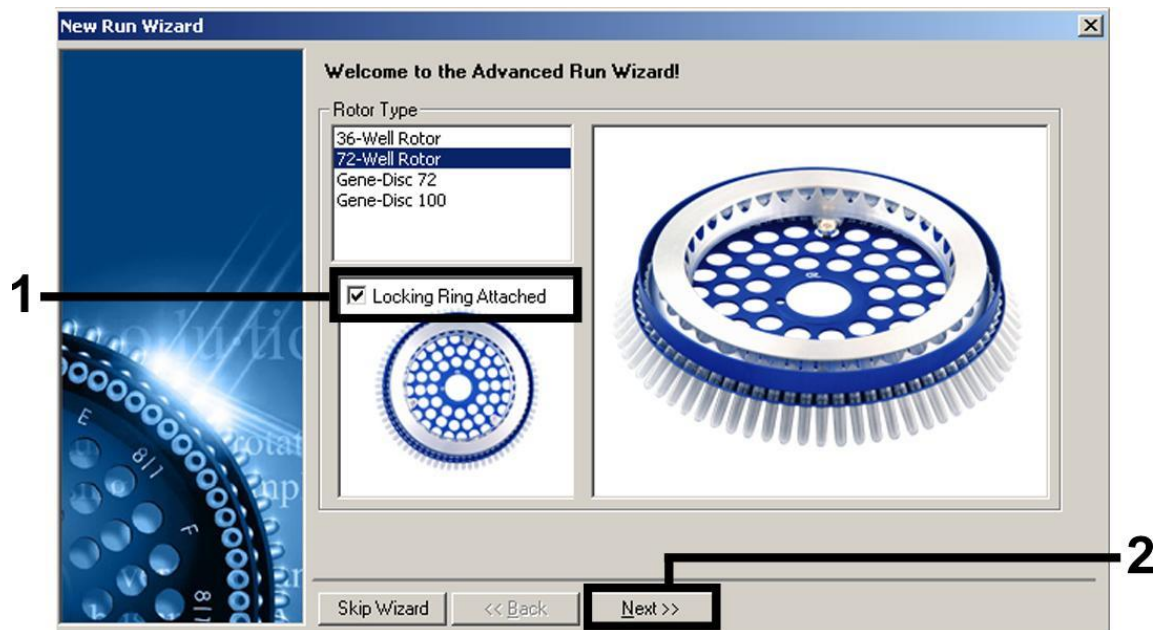

Figure 5. Boîte de dialogue « New Run Wizard ».
Définition des paramètres généraux d'analyse	Figures 5, 6, 7
6. Tout d'abord, ouvrir la boîte de dialogue « New Run Wizard » (Assistant de lancement d'un nouveau cycle) (Figure 5). Cocher la case « Locking Ring Attached » (Anneau de blocage posé) et cliquer sur « Next » (Suivant).